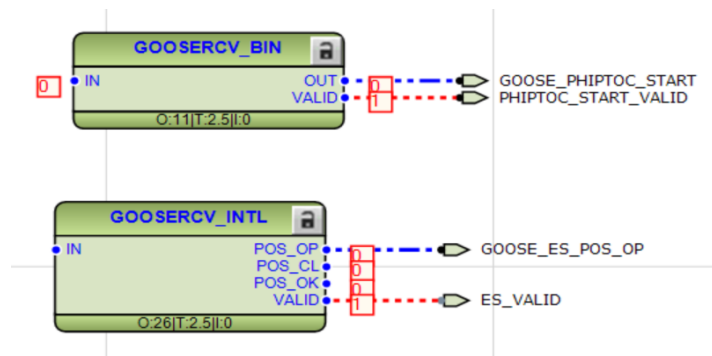

Imagen 357_Bloques de PCM600 con señalización de entrada y salida de información.
5.1.44 Todos los bloques tienen cierto comportamiento dependiendo de qué variable se le haya asignado, para este punto veremos que todas las conexiones tendrán una tonalidad azul o roja y una asignación de uno o cero. Como observamos en la **Imagen 357**.